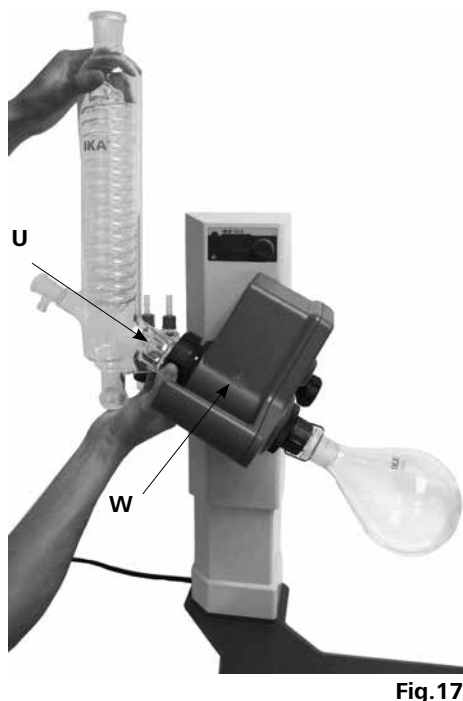

Fig.17
- ロックナットとスプリングリングをコンデンサー (U) の接続部に装着します。
- 手でロックナットを回しながら駆動部 (W) に取り付ける。(Fig.17)